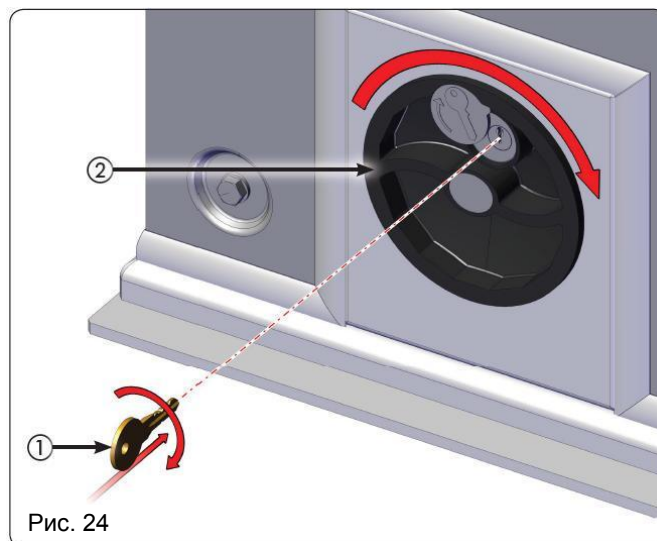

Рис. 24
1. Вставьте ключ в скважину на рукоятке и поверните его по часовой стрелке (рис. 24, ссылка 1).
2. Поверните рукоятку разблокировки по часовой стрелке до упора (рис. 24, ссылка 2).